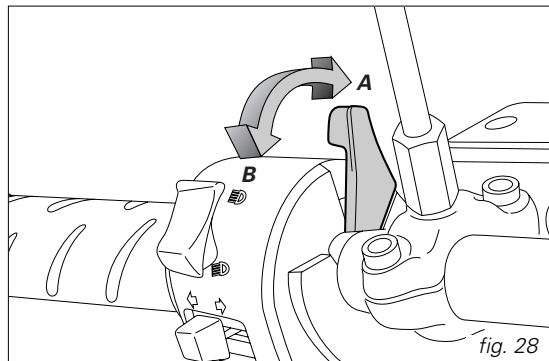

fig. 28
2) Colocar la leva mando starter en posición (B) (fig. 28).